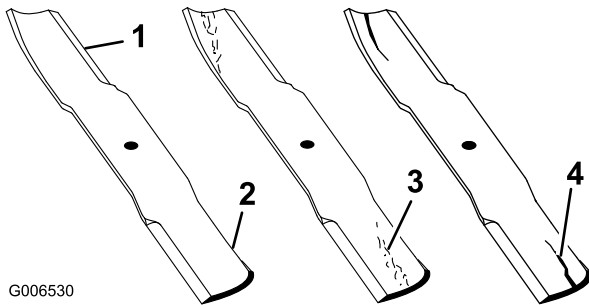

Figura 98
1. Inspeccione los filos de corte (Figura 98). Si los bordes no están afilados o tienen muescas, retire las cuchillas y afílelas. Consulte Afilado de las cuchillas.
2. Inspeccione las cuchillas, especialmente la parte curva (Figura 98). Si observa daños, desgaste o la formación de una ranura en esta zona (Figura 98), instale inmediatamente una cuchilla nueva.